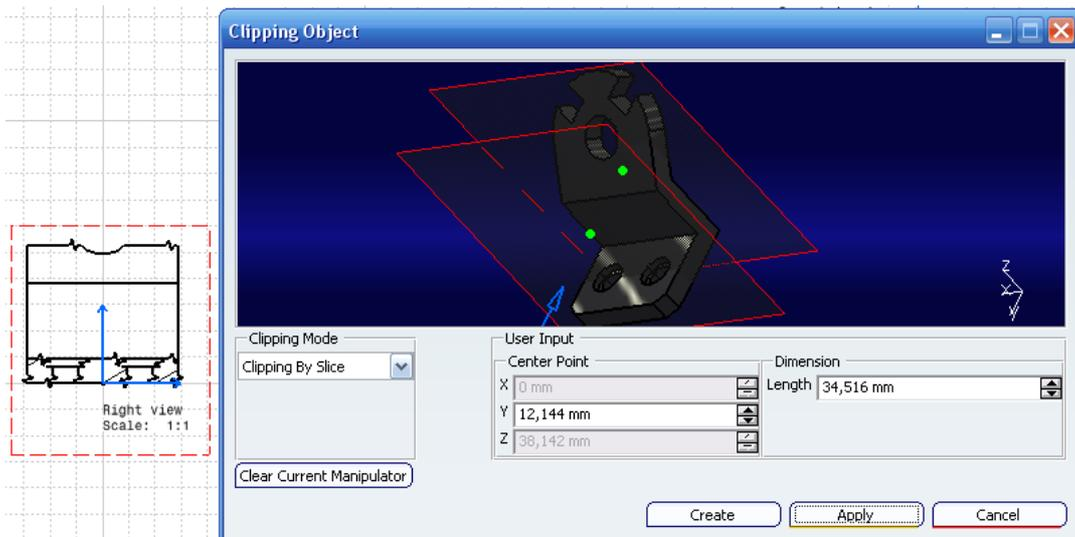

Ilustración 650: Clipping By Slice.
- *Clipping By Slice*: se define mediante dos planos (ver Ilustración 650). en este caso la parte que se ve es la que queda encerrada entre los dos planos, desde el punto de vista de la flecha azul.